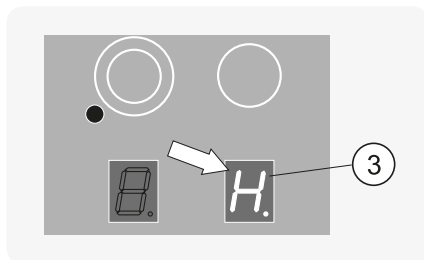

Рис.24
После выключения конфорки в окне индикации ^③ (рис. 24) высвечивается буква «Н» (от англ. hot – «горячий»).